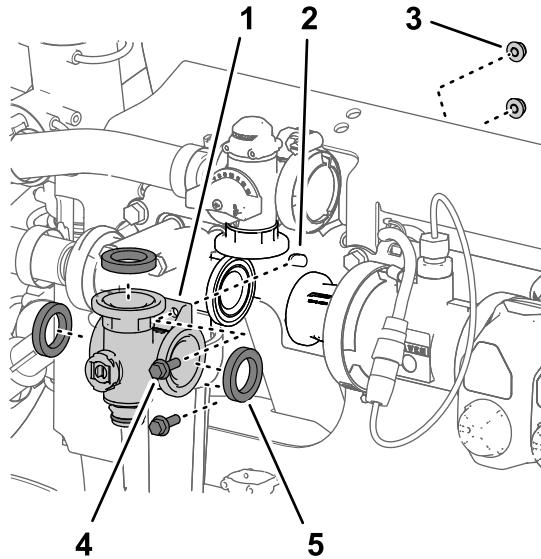
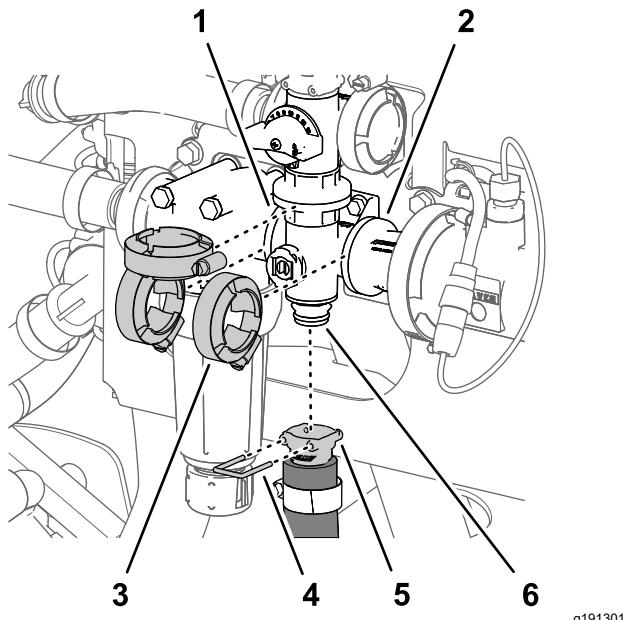

Figura 130
Figura 131
1. Alinee la brida del distribuidor de la válvula de agitación y las 3 juntas con las bridas de la válvula de desvío de agitación, la cabeza del filtro de presión, y el adaptador de acoplamiento (Figura 130 y Figura 131).
2. Sujete provisionalmente el colector de la válvula de agitación a la válvula de desvío de agitación, la cabeza del filtro de presión, y el adaptador de acoplamiento (Figura 131) con las 3 bridas de fijación que retiró en Retirada del distribuidor de agitación (página 88).
5. Apriete las 3 bridas de fijación a mano (Figura 131).
6. Monte el acoplamiento rápido de la manguera de agitación en el acoplamiento rápido del distribuidor de la válvula de agitación con la grapa (Figura 131).